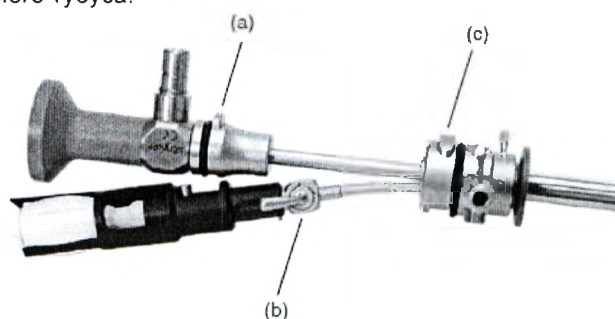

Рисунок 19: Разборка цистоскопа, направляющей, внутреннего тубуса и внешнего тубуса
1. Извлечь цистоскоп, нажав на кнопку механизма блокировки (a) и вытянув цистоскоп из тубуса (см. Рисунок 19).